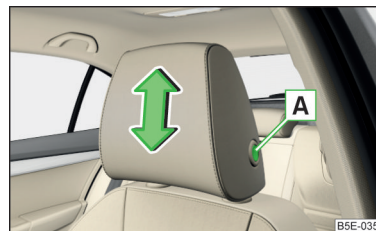

Fig. 71
- Apăsați tasta de siguranță și mențineți-o apăsată » fig. 71.